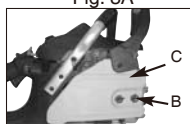

Fig. 3C
2. Fjern holdemøtrikken på sværdet (B). Fjern dækningen på KÆDEBREMSEN(C), ved at trække det direkte af. Dette kan kræve lidt tvang. (Fig. 3C)